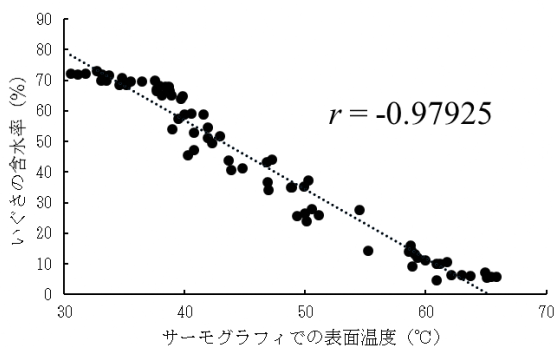

図3 表面温度と含水率の関係
1. サーモグラフィでのいぐさの表面温度と実際の含水率には強い相関があり、表面温度の観測により乾燥状態を把握することができる(図3)。